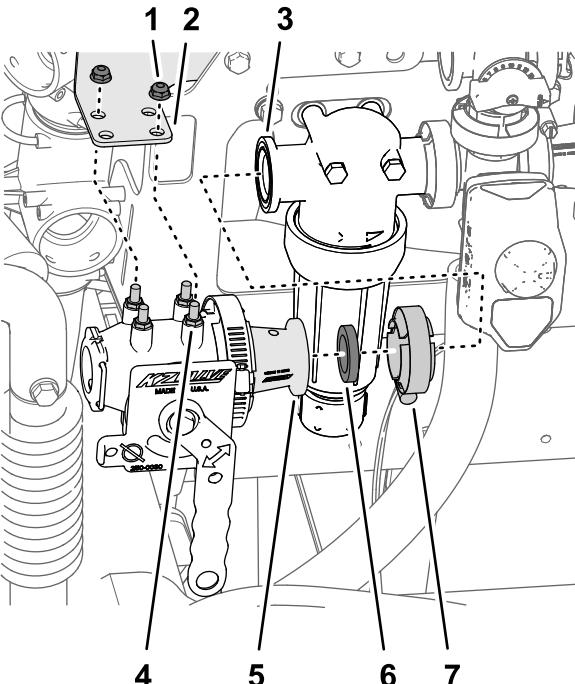

Рисунок 7
- Совместите фланец переходного патрубка (клапан эдуктора) с фланцем головки фильтра линии нагнетания (Рисунок 7), установив между ними прокладку, снятую при выполнении пункта 2 в разделе Демонтаж шлангов \(страница 7\).
- Вставьте шпильки головки фильтра линии нагнетания в отверстия монтажного кронштейна клапана (Рисунок 7).
- Смонтируйте фланец переходного патрубка с фланцем головки фильтра линии нагнетания (Рисунок 7) с помощью фланцевого хомута, снятого при выполнении пункта 2 в разделе Демонтаж шлангов \(страница 7\).